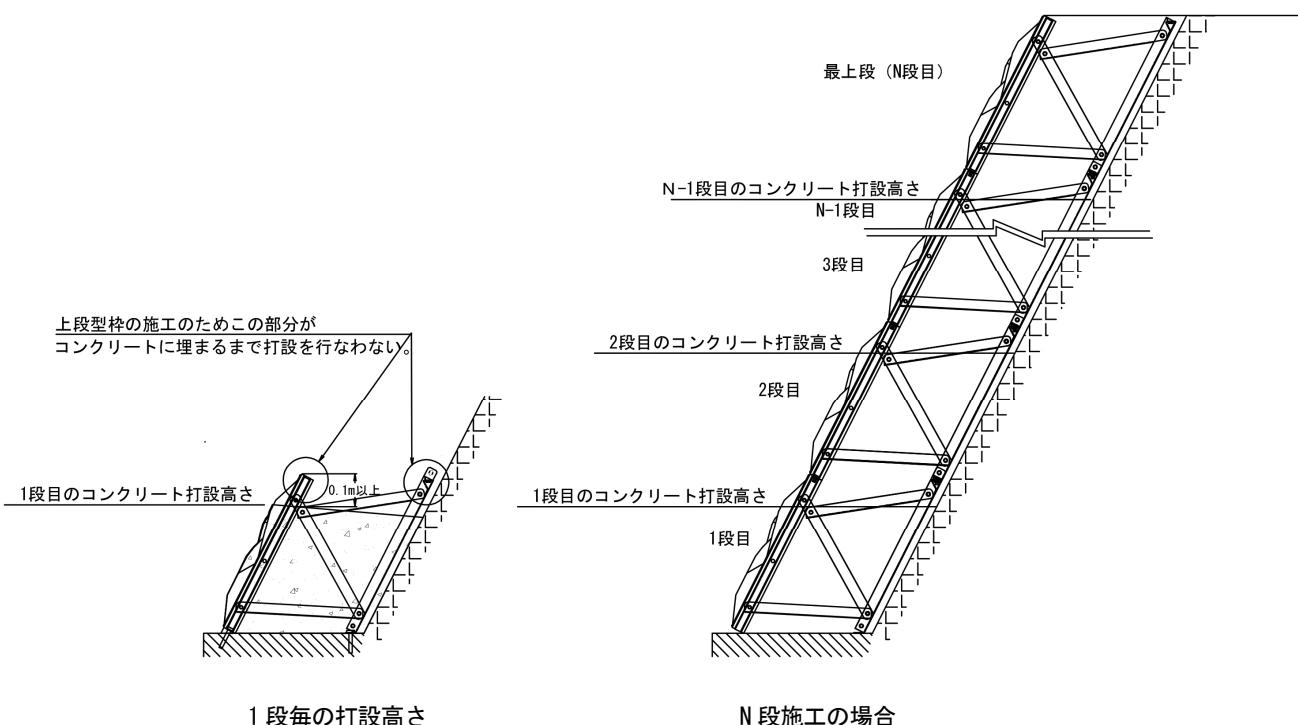

図11. コンクリート打設高さ
- ・ 打継ぎは、デコメッシュ枠材上部で打ち止めると次回打設時に上部枠材周りでコンクリートが充填され難くなる場合があるため、上部枠材から0.1m以内は打ち止めないようにする(図11)。